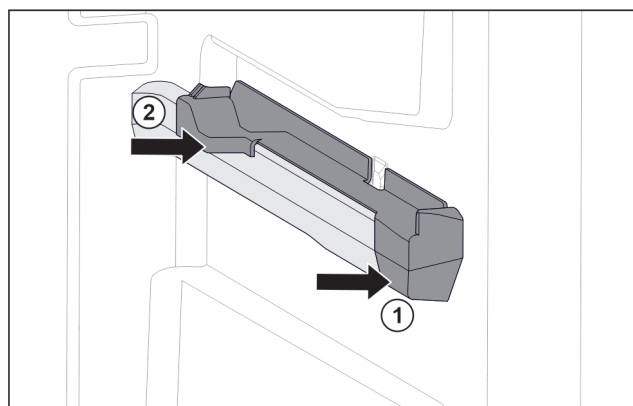

Fig. 79 Наставка върху дясното ребро на съда
- Поставете наставката отпред към реброто на съда. Fig. 79 (1)
- Притиснете наставката отзад. Fig. 79 (2)